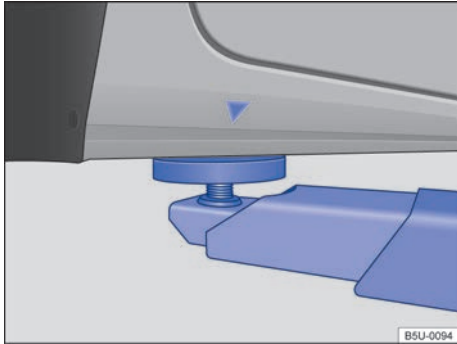
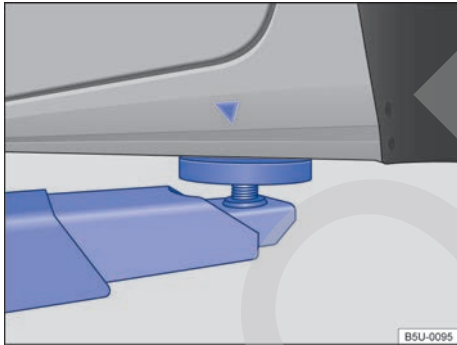

Fig. 187 Puntos de apoyo delanteros para la suspensión con plataforma elevadora o con gato.
Fig. 188 Puntos de apoyo traseros para la suspensión con plataforma elevadora o con gato.
El vehículo debe ser suspendido solamente por los puntos indicados en las figuras → fig. 187 y → fig. 188. Si el vehículo no está suspendido por los puntos indicados, pueden ocurrir daños en el vehículo → Ⓢ y lesiones graves → ⚠.
- Suspender el vehículo solamente por los puntos indicados en las figuras → fig. 187 y → fig. 188. Si el vehículo no es suspendido por los puntos indicados, puede caer de la plataforma elevadora cuando, por ejemplo, se desmonta el motor o la suspensión.